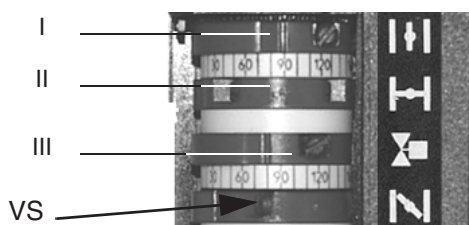

Рис. 13
- 10 figuакогда появится пламя, нажать на секунду кнопку **P1** на печатной плате (Рис. 13), с целью наполнения трубки второй форсунки;